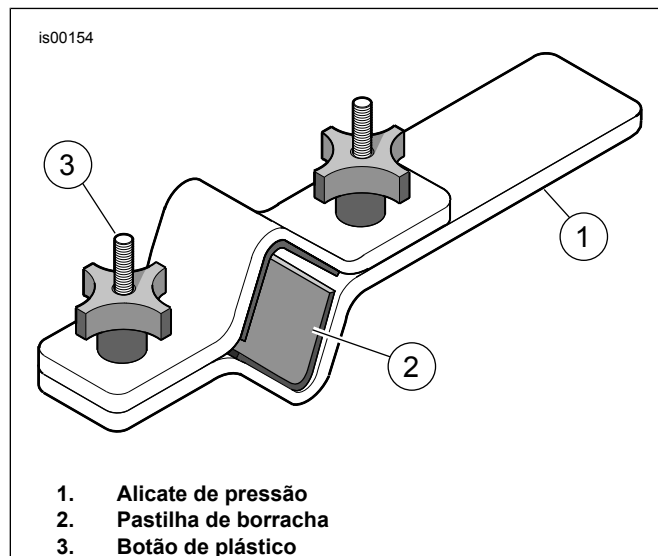

Figura 6. Suporte do tubo da forquilha (HD-41177)
1. Figura 6 Instalar o garfo no Suporte do Tubo do Garfo (HD-41177) da seguinte maneira:
- a. Fixar a extremidade da ferramenta (1) em torno numa posição horizontal.